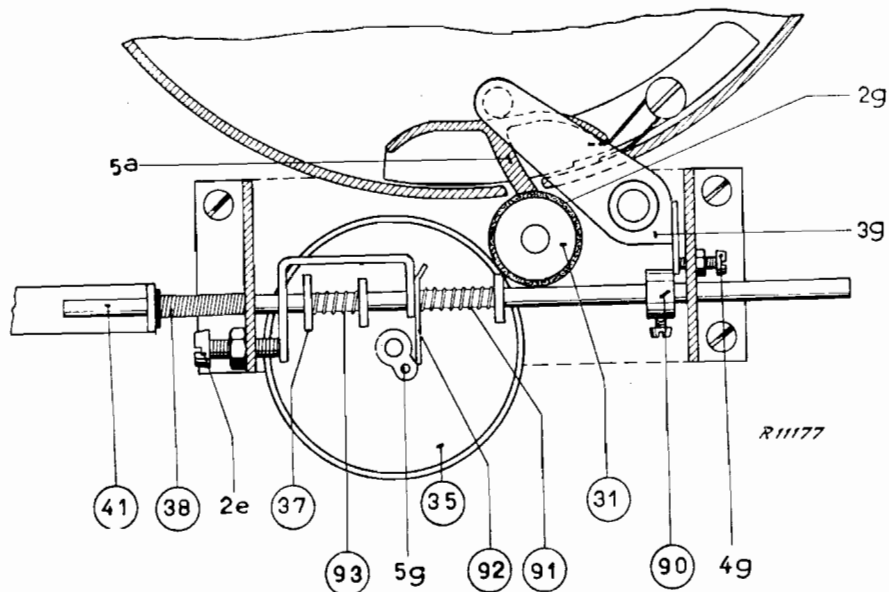

fig.11.
PAUZE MECHANISME (Fig. 11 en 20).
PAUZE MECHANISME (Zie Fig. 11 en 20).
Verwijder de wisselplaat (6d) door het losnemen van de twee borstschroeven (33). De tasterstang (6c) voorzichtig uit het lagerplaatje (10c) trekken en de veer (36) van de grendel (5d) losnemen. Verwijder vervolgens de 4 bevestigingsschroeven van de pauzebeugel en de 2 schroeven waarmee de centrale beugel (8d) hierop is bevestigd. Draai de pauzeknop op maximum pauze (geheel linksom). Verwijder thans het geheel door de pauzeas (41) in te duwen en uit de bedieningsbeugel te trekken. Het vervangen van de diverse plaatjes en veertjes is nu op eenvoudige wijze uit te voeren. (Zie Fig. 11).